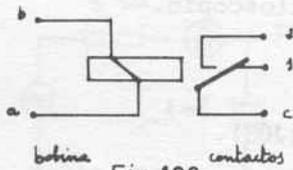

Fig.106
- Identificar los terminales del relé, por ejemplo el del Sales-Kit PL6V 105 mA con los del esquema siguiente (fig.106). Para ello utilícese un óhmetro.